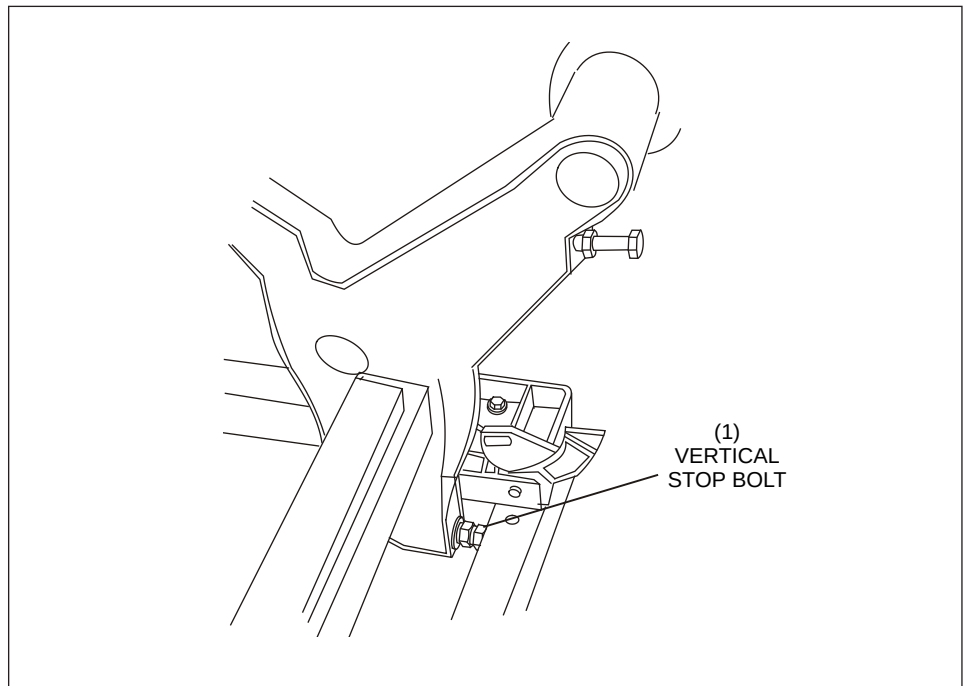

Abbildung 5-39. Einstellen der Pin-Halter
1. Lockern Sie die Gegenmutter am vertikalen Anschlagbolzen am hinteren rechten Schwenkschaft, um alle zehn Pin-Halter nach vorn oder nach hinten zu verstellen. Siehe *Abbildung 5-39*. Dieser Bolzen stoppt die vertikale Drehung des hinteren Pin-Halter-Schwenkschafts, wenn sich der Stelltisch für einen neuen Hub zur Pin-Aufstellung absenkt.